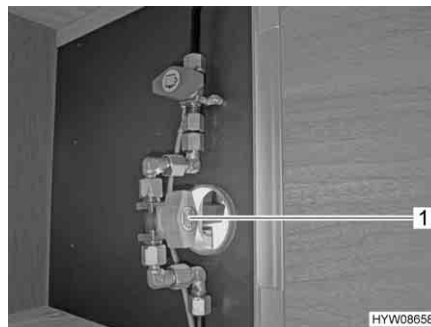

Fig. 38 Rubinetto di arresto del gas
- Aprire il rubinetto di arresto del gas (Fig. 38,1).
- Chiudere il rubinetto di arresto del gas (Fig. 38,1).